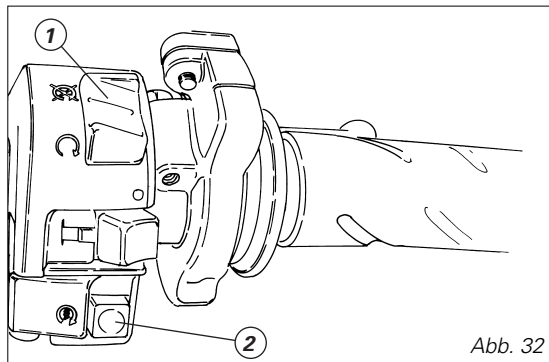

Abb. 32
- 3) Sich überzeugen, dass der Stoppschalter (1, Abb. 32) auf  (**RUN**) steht, dann die Anlassertaste (2) drücken.